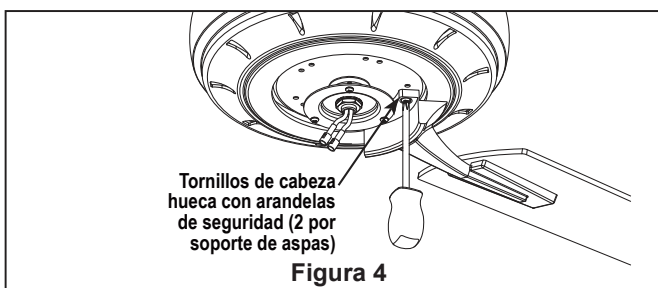

Figura 4
- ☐ 4. Fije las sujeciones de las palas en la parte inferior de la unidad de motor del ventilador utilizando tornillos con arandelas de presión de 1/4"-20. Asegúrese de que los tornillos son fijados con arandelas de presión, que las sujeciones de las palas están bien fijadas a la unidad del motor y que las sujeciones han sido colocadas adecuadamente. (Figura 4)